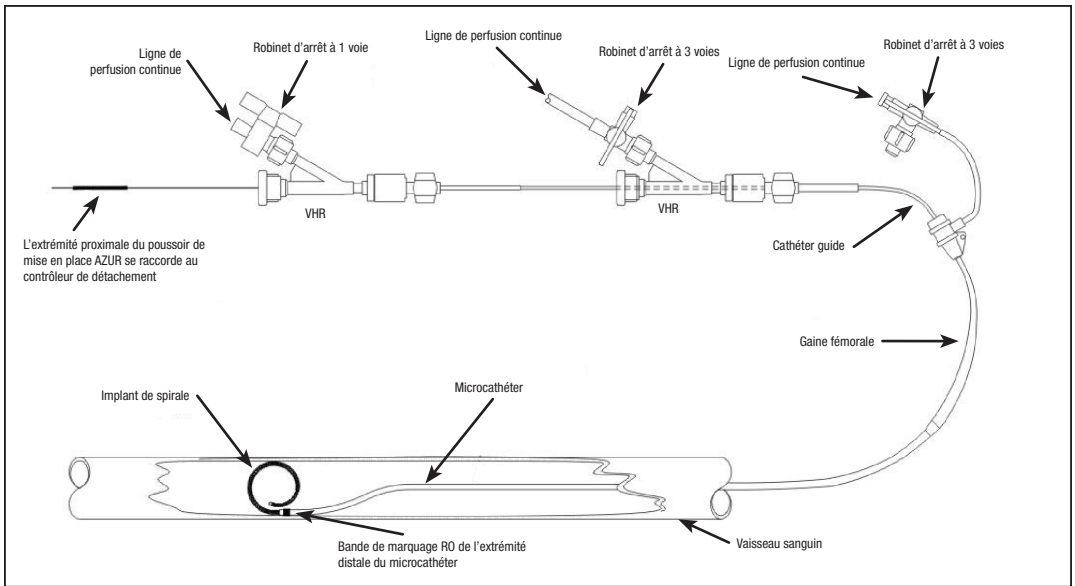

Figure 1 - Schéma de la configuration du système AZUR
- Ne PAS utiliser avec des appareils à radiofréquence (RF).
1. Consulter la Figure 1 pour le schéma de la configuration.
5. En utilisant des procédures d'intervention standard, accéder au vaisseau avec un cathéter guide. Le cathéter guide doit avoir un diamètre intérieur (DI) suffisamment grand pour permettre l'injection de produit de contraste lorsque le microcathéter est en place. Ceci permet d'effectuer la cartographie artérielle sous fluoroscopie durant l'intervention.